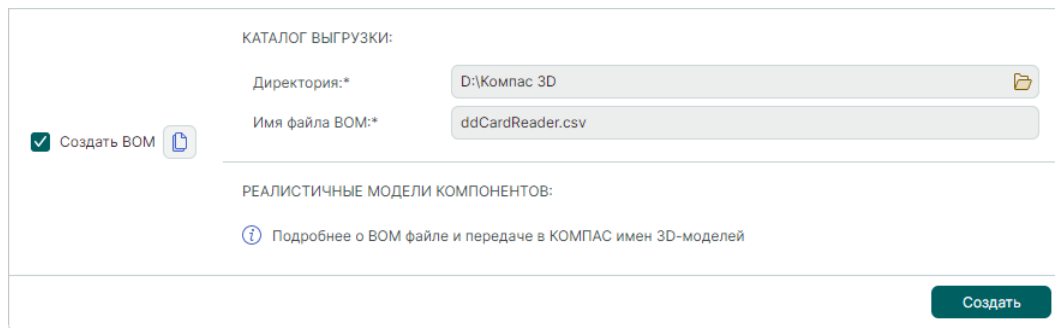

Рис. 8 Ввод параметров для создания файла
1. В окне «Экспорт печатной платы в КОМПАС-3D» установите флаг в поле «Создать BOM». Поля для заполнения параметров станут доступными для ввода, см. Рис. 8.